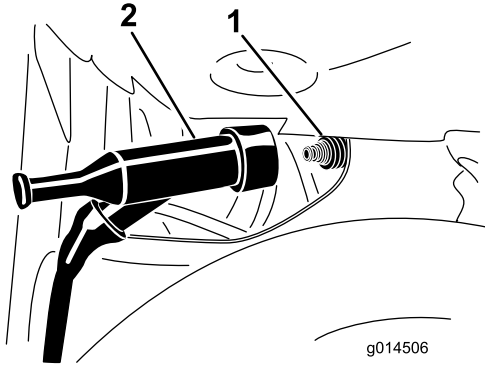

Figura 48
3. Desconecte el cable de la bujía del terminal de la bujía (Figura 48).
4. Conecte el cable de la bujía a presión en el terminal de la bujía (Figura 48).